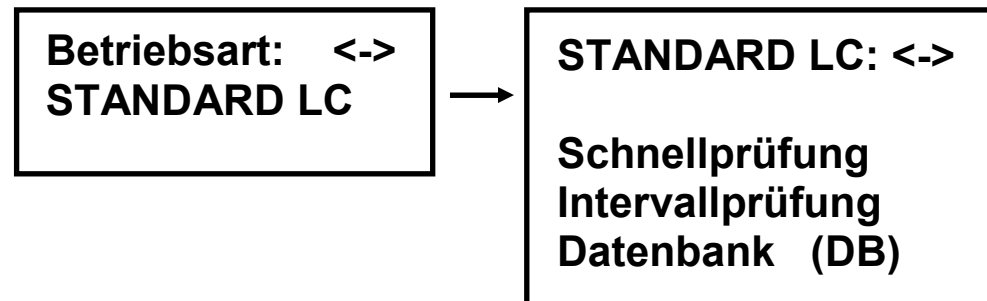

Abbildung 2 : Platzierung der Handantenne
- Platzieren der Handantenne über dem zu prüfenden Modul, so dass das LifeCheck[®] Symbol der Antenne und des Schutzmoduls deckungsgleich übereinander liegen (siehe Abbildung 2)
Wie bei Schnell- und Intervallprüfung muss nun die Handantenne über dem zu prüfenden Modul platziert werden, so dass das LifeCheck® Symbol der Antenne und des Schutzmoduls deckungsgleich übereinander liegen (siehe Abbildung 2).